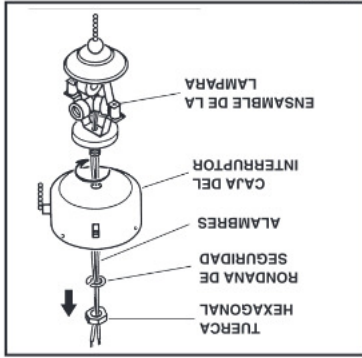

FIG. 18
**Paso 2.** Instale el ensamble de la lampara a la caja del interruptor, asegure el ensamble con la rondana de seguridad y la tuerca hexagonal. (Fig. 18)